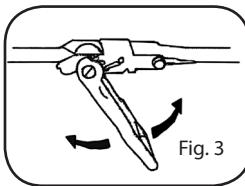

Fig. 3
- tendre la ligne en effectuant un mouvement de pompage avec le levier du tendeur (fig.3)